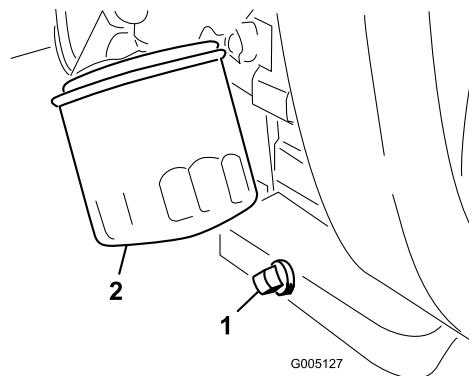

Figura 34
1. Togliete il tappo di spurgo (Figura 34) e lasciate defluire completamente l'olio in una bacinella. Quando l'olio cessa di defluire, rimontate il tappo.
- Togliete il filtro dell'olio (Figura 34). Applicate un leggero strato di olio pulito alla nuova guarnizione del filtro.